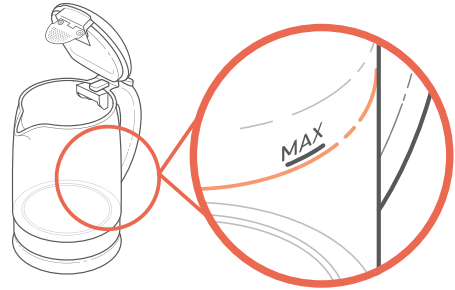

Abbildung 2.1
2. Füllen Sie den Wasserkocher mit der gewünschten Menge Wasser. Füllen Sie den Wasserkocher **nicht** über die mit „**MAX**“ gekennzeichnete Markierungslinie. [Abbildung 2.1]